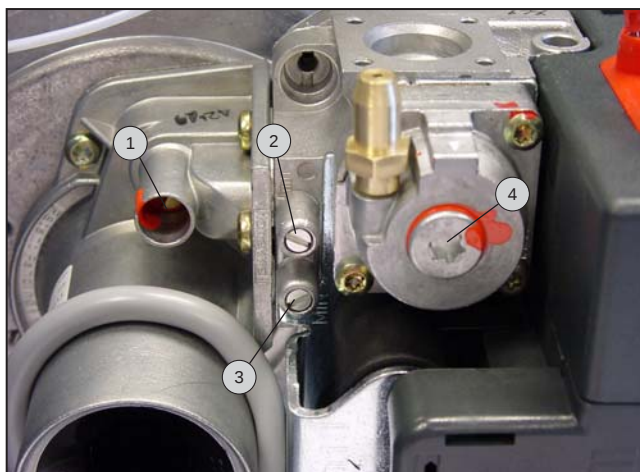

fig. 16
- Ajuster le % de CO₂ suivant la valeur reprise dans le tableau des paramètres de réglage en page 15 en tournant la vis de réglage du débit de gaz située sur la vanne gaz. (fig. 16)